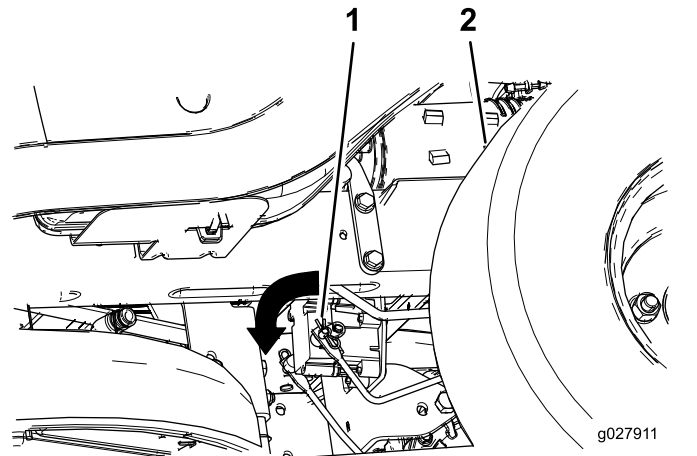

Bild 57
3. Finden Sie die Welle an der elektrischen Bremse, an der die Bremsgestängearme angeschlossen sind (**Bild 57**).